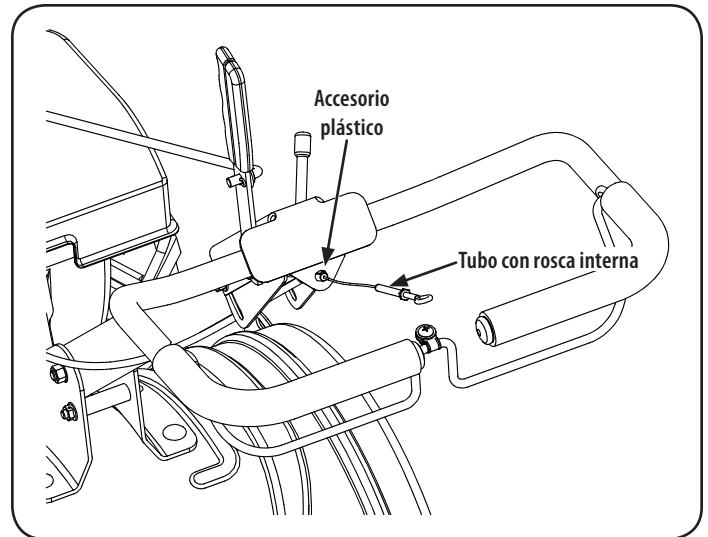

Figura 6
3. Empuje el cable a través del orificio del centro de la manija e introduzca a presión el accesorio plástico. Vea la Figura 6.